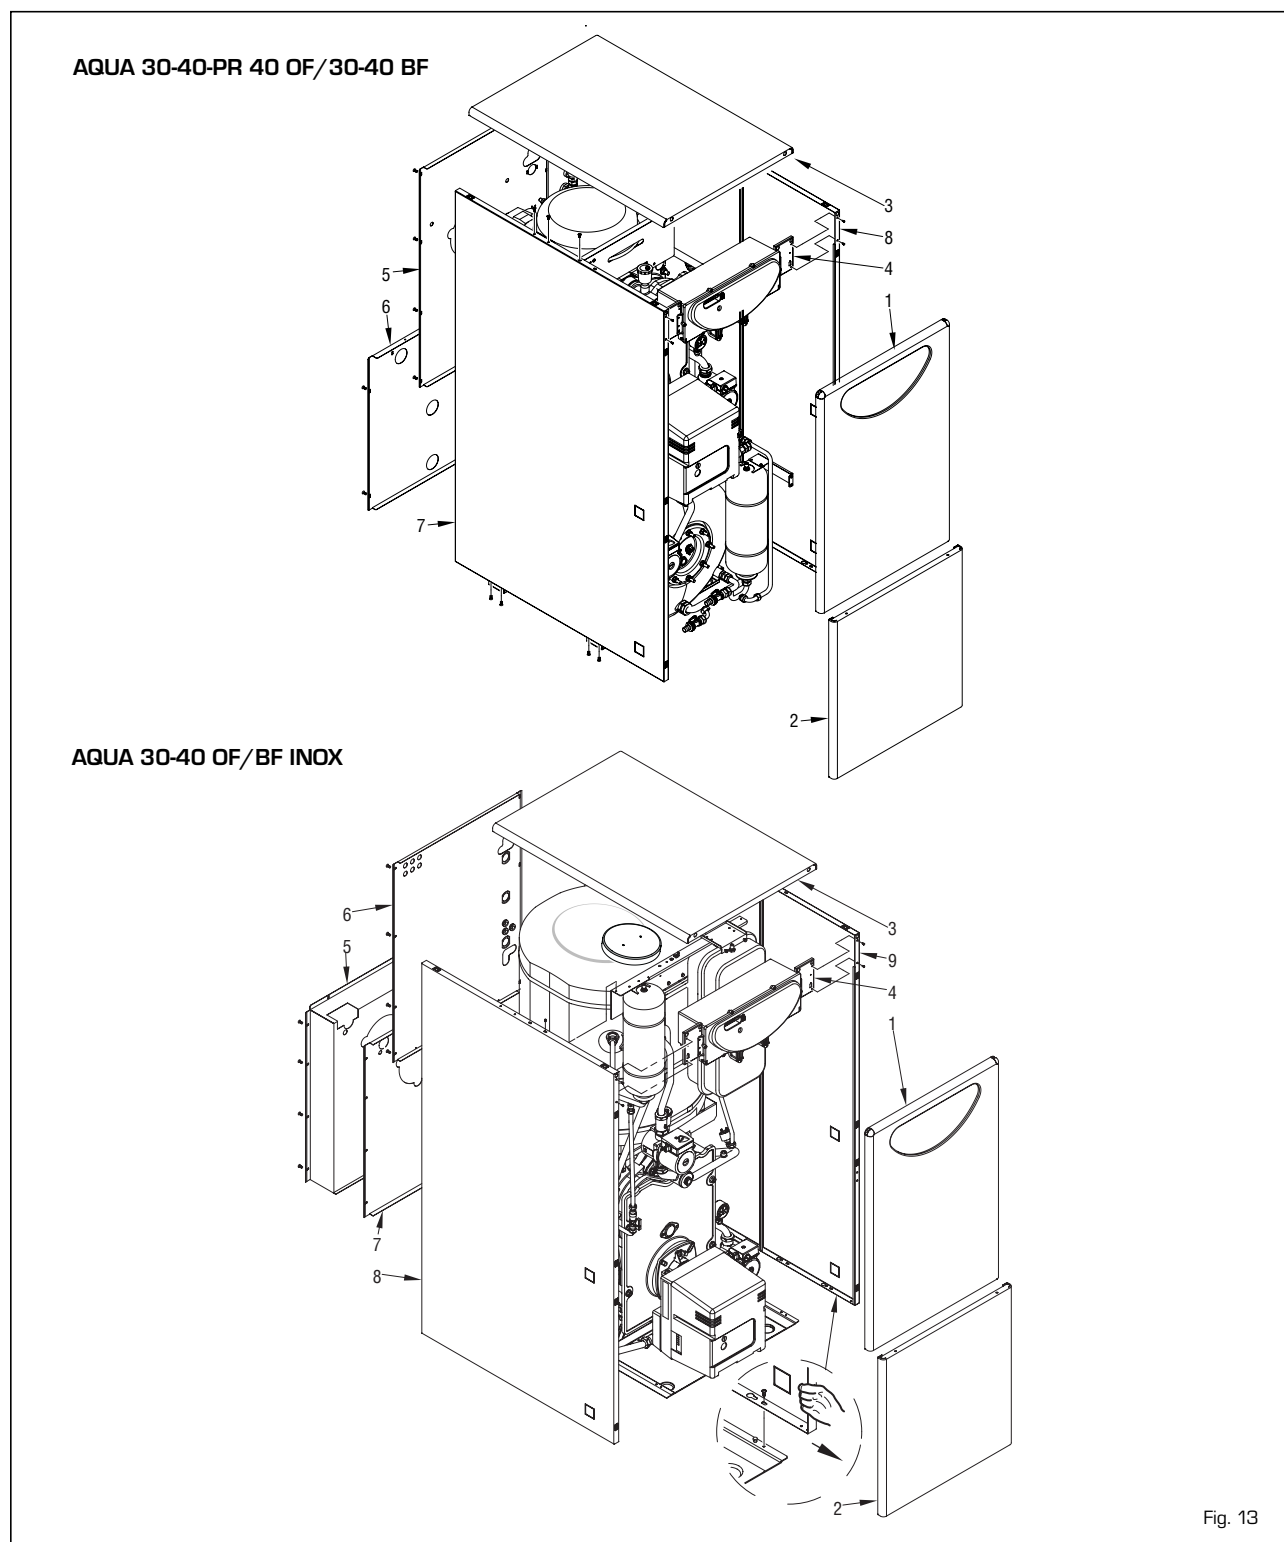

Fig. 13
4.4 SMONTAGGIO MANTELLO (fig. 13)
daia è possibile smontare completamente il mantello seguendo la progressione numerica di fig. 13.